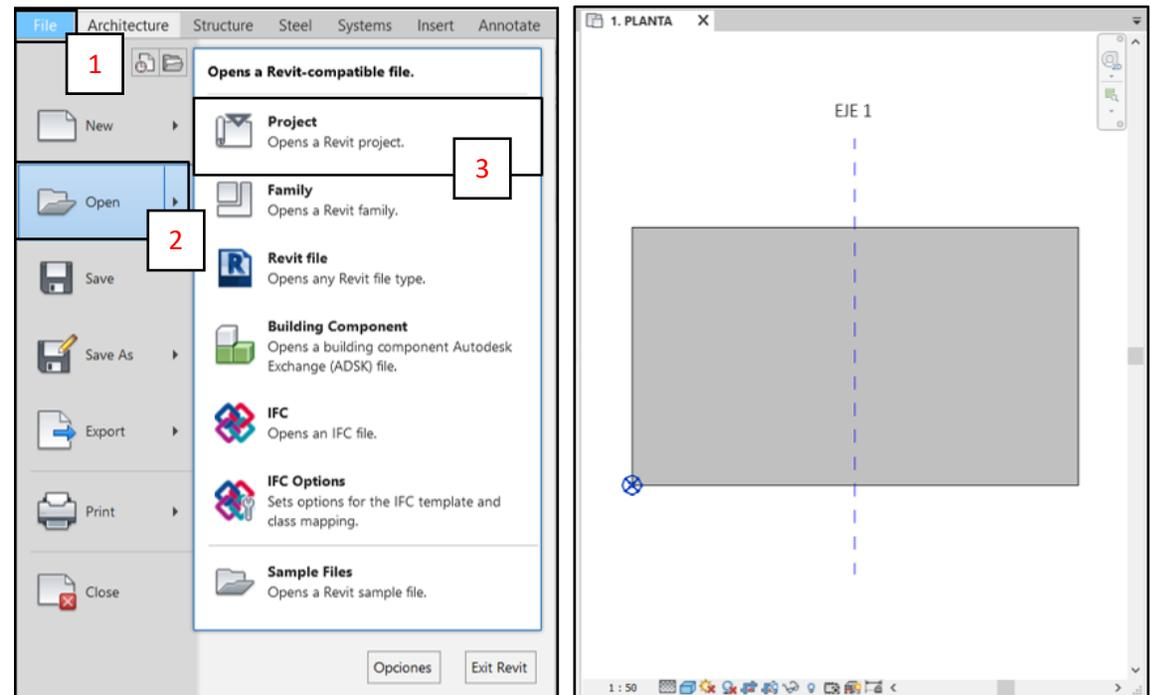

Fig. 1
- A. Abrir el Archivo de Proyecto de Usuario. Ir a la *Cinta de Opciones* **File** (1)> **Open** (2)> **Project** (3). (*Fig. 1*)
- B. Abrir el Archivo Descargable rvt. siguiendo los mismos pasos. (*Fig. 1*)